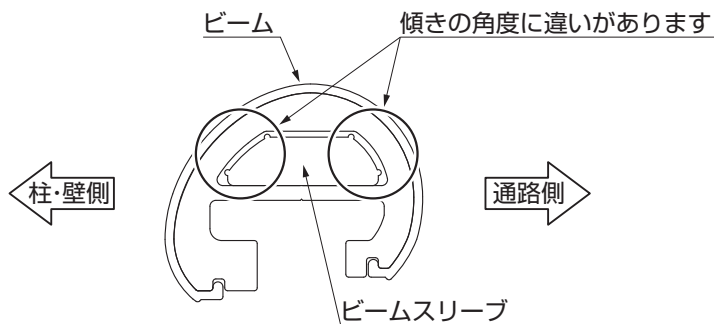

図7-6
- ビームスリーブには向きがあります。「図7-6」を参照して差込んでください。差込みにくかった場合は、反対にして再度差込んでください。